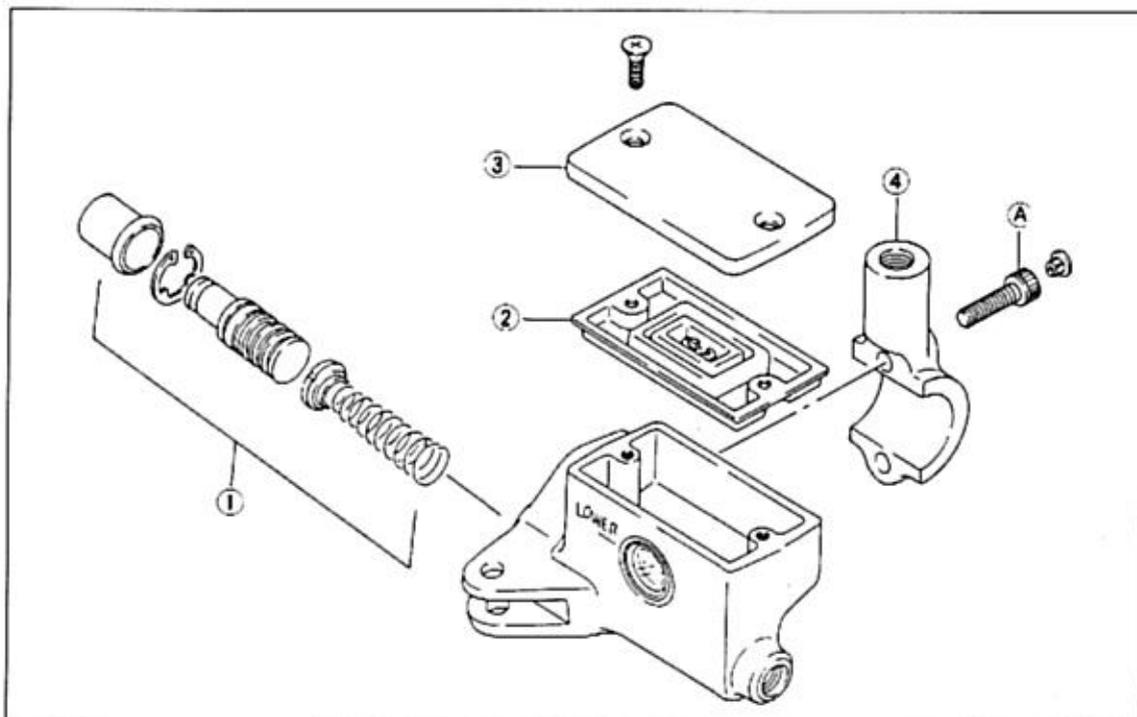

Bild 176
- Zylindersatz leicht gegen Feder eindrücken und Sicherungsring mit entsprechender Zange einsetzen (Bild 176). Staubkappe aufziehen.